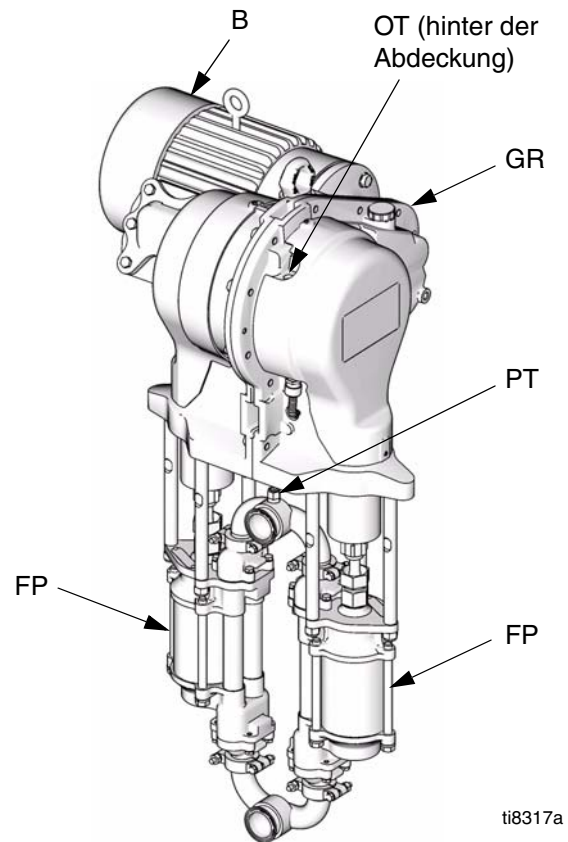

ABB. 1. E-Flo Plus Elektrische Umlaufpumpe
Ein Elektromotor (B) treibt ein 75:1-Vorgelege (GR) an, der wiederum zwei Materialpumpen (FP) antreibt. Siehe ABB. 1. Die Hubpositionen der beiden Pumpen sind versetzt, damit ein ständiger Materialfluss aus der Pumpengruppe erzielt wird. Siehe ABB. 2.